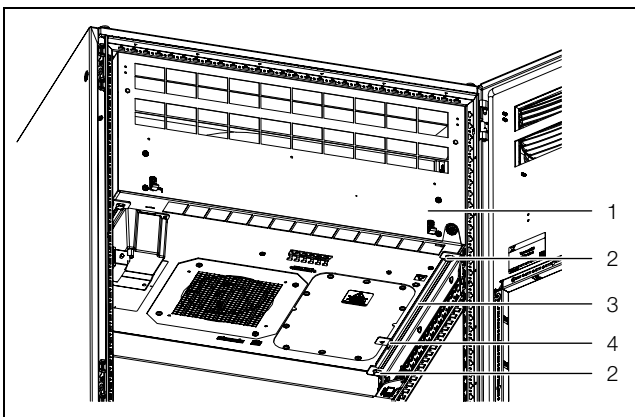

Fig. 27: Fixação do condicionador de ar
- Solte em cada um dos lados os dois parafusos de fixação (fig. 27, item 2) utilizados para fixar o condicionador de ar aos trilhos de suporte.